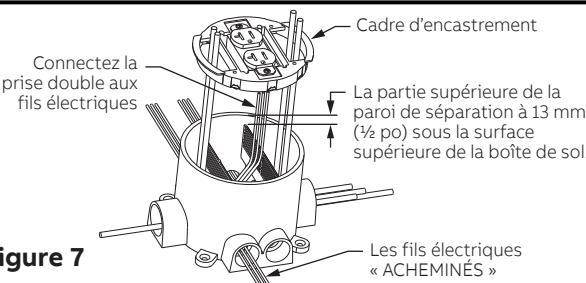

Figure 7
7. Assurez-vous que l'assemblage de la paroi de séparation est aligné en direction du conduit. L'assemblage de la paroi de séparation peut être tourné de quelque degré dans une direction ou l'autre pour l'aligner avec les ouvertures des conduits. Alignez la paroi verticale du cadre d'encastrement avec la paroi verticale de séparation, puis poussez (installez) le cadre d'encastrement sur la partie supérieure de la boîte de sol (voir la Figure 7).